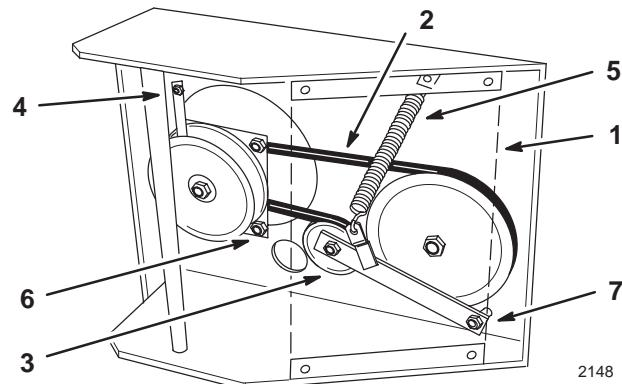

Figure 36
1. Soulevez l'avant de la machine sur des chandelles. Retirer les (4) boulons inférieurs de la protection inférieure.
2. Déposez la protection inférieure (Fig. 36).
4. Retirez le boulon de support du moteur avant gauche qui fixe le dispositif de retenue de l'embrayage au bâti (Fig. 36). Décrochez le dispositif de retenue de l'embrayage et déposez-le.
5. Décrochez le ressort de tension sur le côté du bâti (Fig. 36).
8. Serrez le boulon de pivot à 47-54 Nm. Montez le ressort de tension entre le bras de tension et la patte du bâti (Fig. 36).